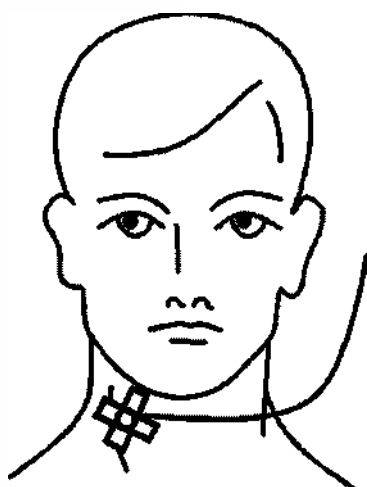

Рис. 33. Фиксация датчика медицинским пластырем на боковой поверхности шеи пациента
- 6) В случае использования отдельного датчика храпа зафиксируйте датчик медицинским пластырем на боковой поверхности шеи в зоне максимальной вибрации при симуляции храпа (рис. 33). Специальная подготовка кожи пациента не требуется. Подключите датчик к блоку усилителя согласно монтажу обследования.